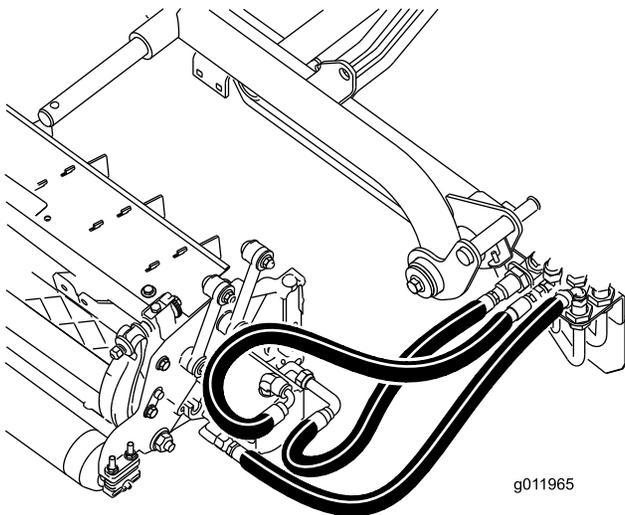

**Bild 20**
2. Schieben Sie den Trägerrahmen der Schneideinheit auf die Gelenkstange und befestigen sie mit einem Klapstecker (Bild 20).